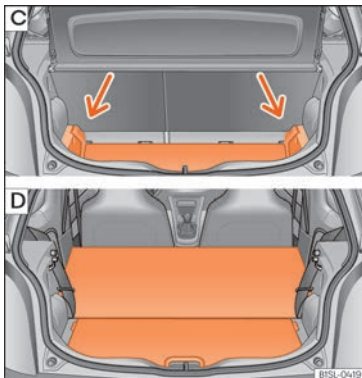

Abb. 97 Variabler Gepäckraumboden: [C] Gepäckraum nach unten vergrößern; [D] Gepäckraum nach vorne vergrößern.
- Den Gepäckraumboden anheben und in der Schiene nach unten drücken »» **Abb. 97** [C] (Pfeile).
- Gepäckraumboden ggf. in eine tiefere Position bringen »» **Abb. 97** [C].
Gepäckraum nach vorne vergrößert »» **Abb. 97** [D].